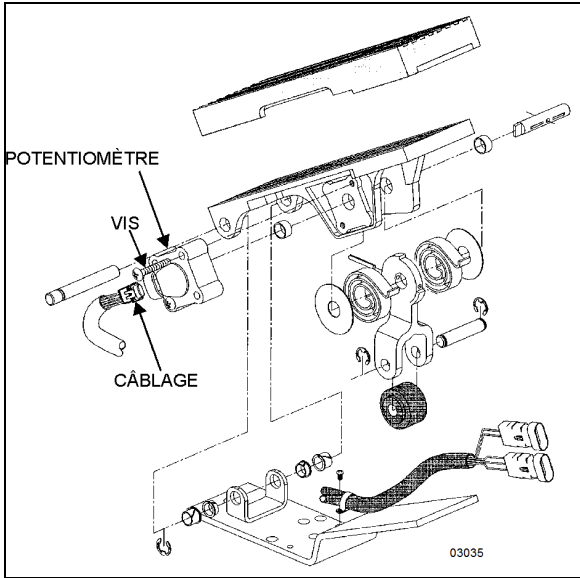

FIGURE 37 : ENSEMBLE DE PÉDALES ÉLECTRONIQUES
3. Jeter le potentiomètre (Figure 37).
4. Placer le nouveau potentiomètre. Pousser le potentiomètre sur l'axe du potentiomètre, en faisant correspondre les découpes dans l'axe aux languettes d'entraînement du potentiomètre. Appliquer une pression de la main jusqu'à ce que le potentiomètre touche le fond du logement. Reposer les vis (Figure 37) et serrer juste assez pour fixer le potentiomètre.